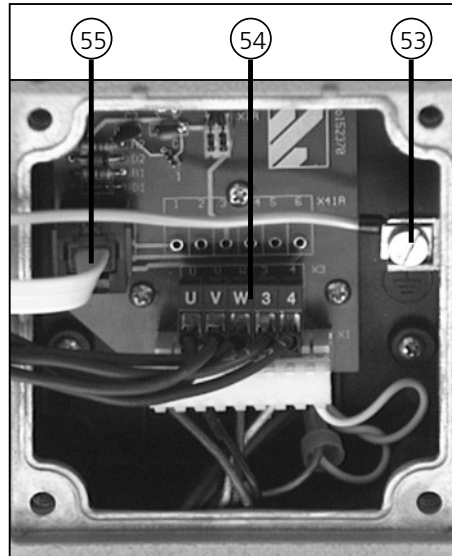

Abb. 7: Anschlüsse im Torantrieb
- Nehmen Sie die Anschlüsse im Torantrieb gemäß Abb. 7 vor.